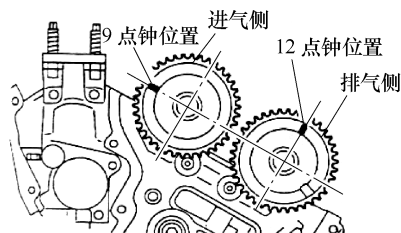

图 5-30 凸轮轴链轮标记于 12 点钟位置
7) 将排气凸轮轴链轮标记定位于 12 点钟位置，如图 5-30 所示。